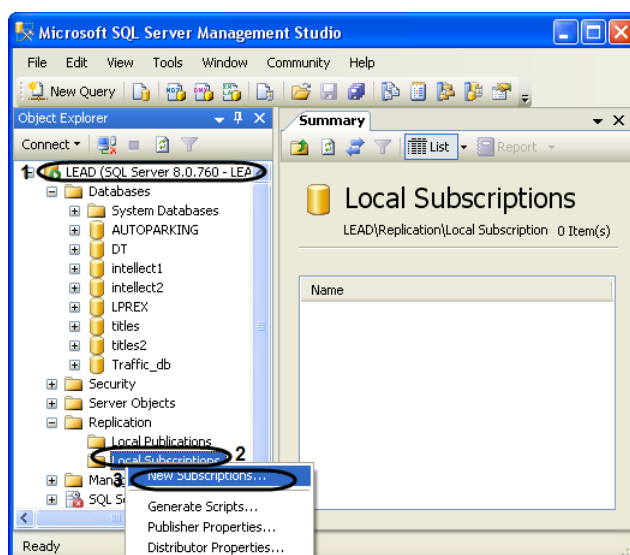

Рис. 11.2-2 Новая подписка
1. Подключиться к издателю в среде Microsoft SQL Server Management Studio, после чего раскрыть узел сервера (Рис. 11.2-2, 1).